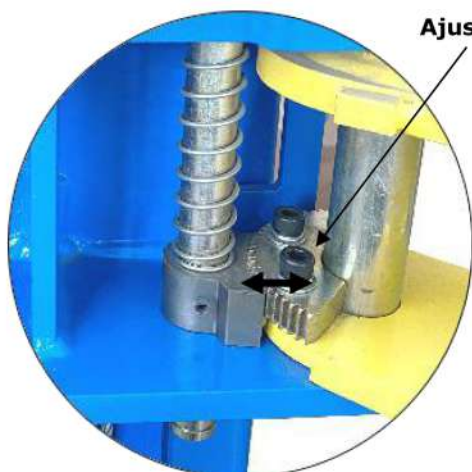

Fig. 46
3. Ajuste a trava do braço conforme a direção da seta (Ver Fig. 46)